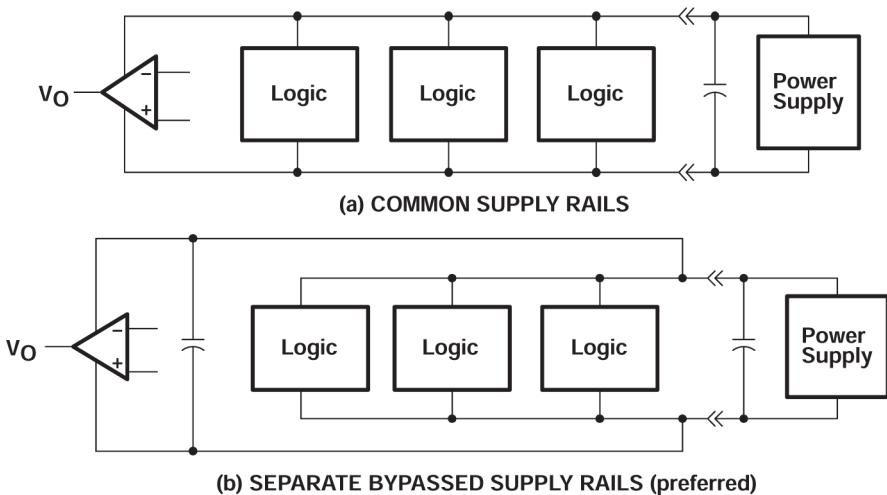

図 7-2. 一般的な電源レールと個別の電源レール
- 独立したバイパスされた電源ラインからの電源リニア デバイス(図 7-2 を参照)。それ以外の場合は、デジタル ロジックの大きなスイッチング電流により電圧降下が発生するため、リニア デバイス電源レールが変動する可能性があります。